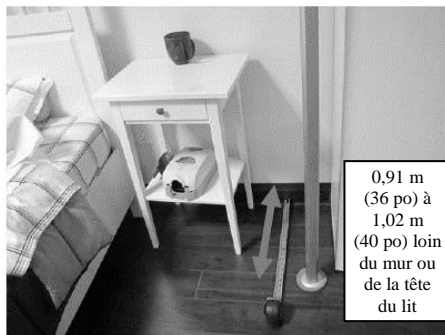

Figure 5 : Distance recommandée entre le mur ou la tête de lit (système de levage à 2 colonnes, maintenu en place par pression illustré)
- Installez le Système de levage maintenu en place par pression à une distance de 0,91 m (36 po) à 1,02 m (40 po) du mur ou de la tête du lit (Figure 5).